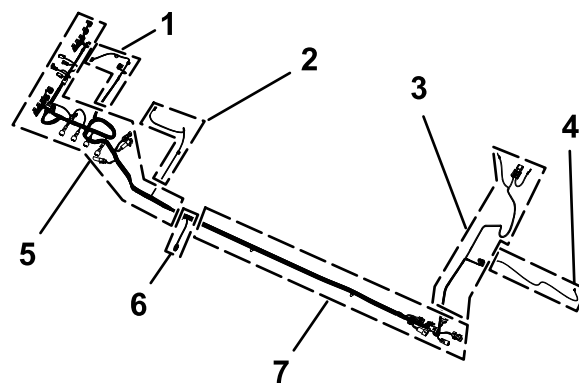

Figura 83
1. Individuate la diramazione da 165 cm e la diramazione di 203 cm del nuovo cablaggio elettrico (Figura 83).